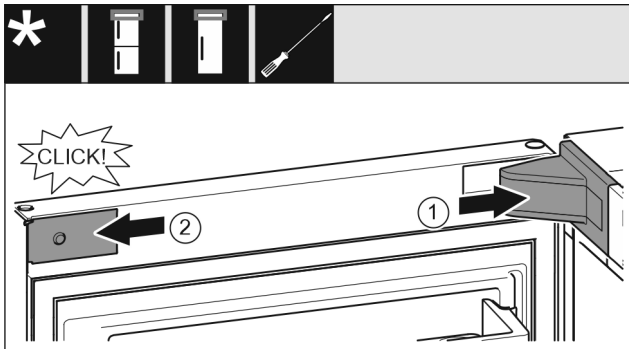

Fig. 21
- ▶ Namestite pokrov ležajnega podstavka Fig. 21 (1) in ga zaskočite, po potrebi ga previdno potisnite narazen.
- ▶ Namestite zaslonko Fig. 21 (2) in jo zatakните.